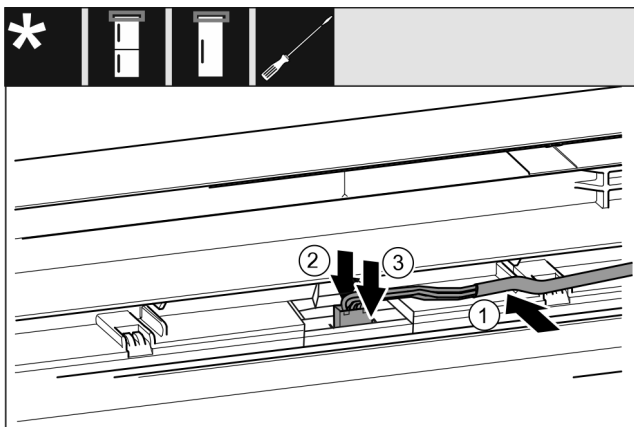

Fig. 63 Kombinace chladničky s mrazničkou / mrazničky / chladničky\*
- ▶ Kabel Fig. 63 (1) vložte do vedení v horních dvířkách.\*
- ▶ Západku Fig. 63 (2) zatlačte dozadu.\*
- ▶ Zaklapněte zástrčku Fig. 63 (3).\*